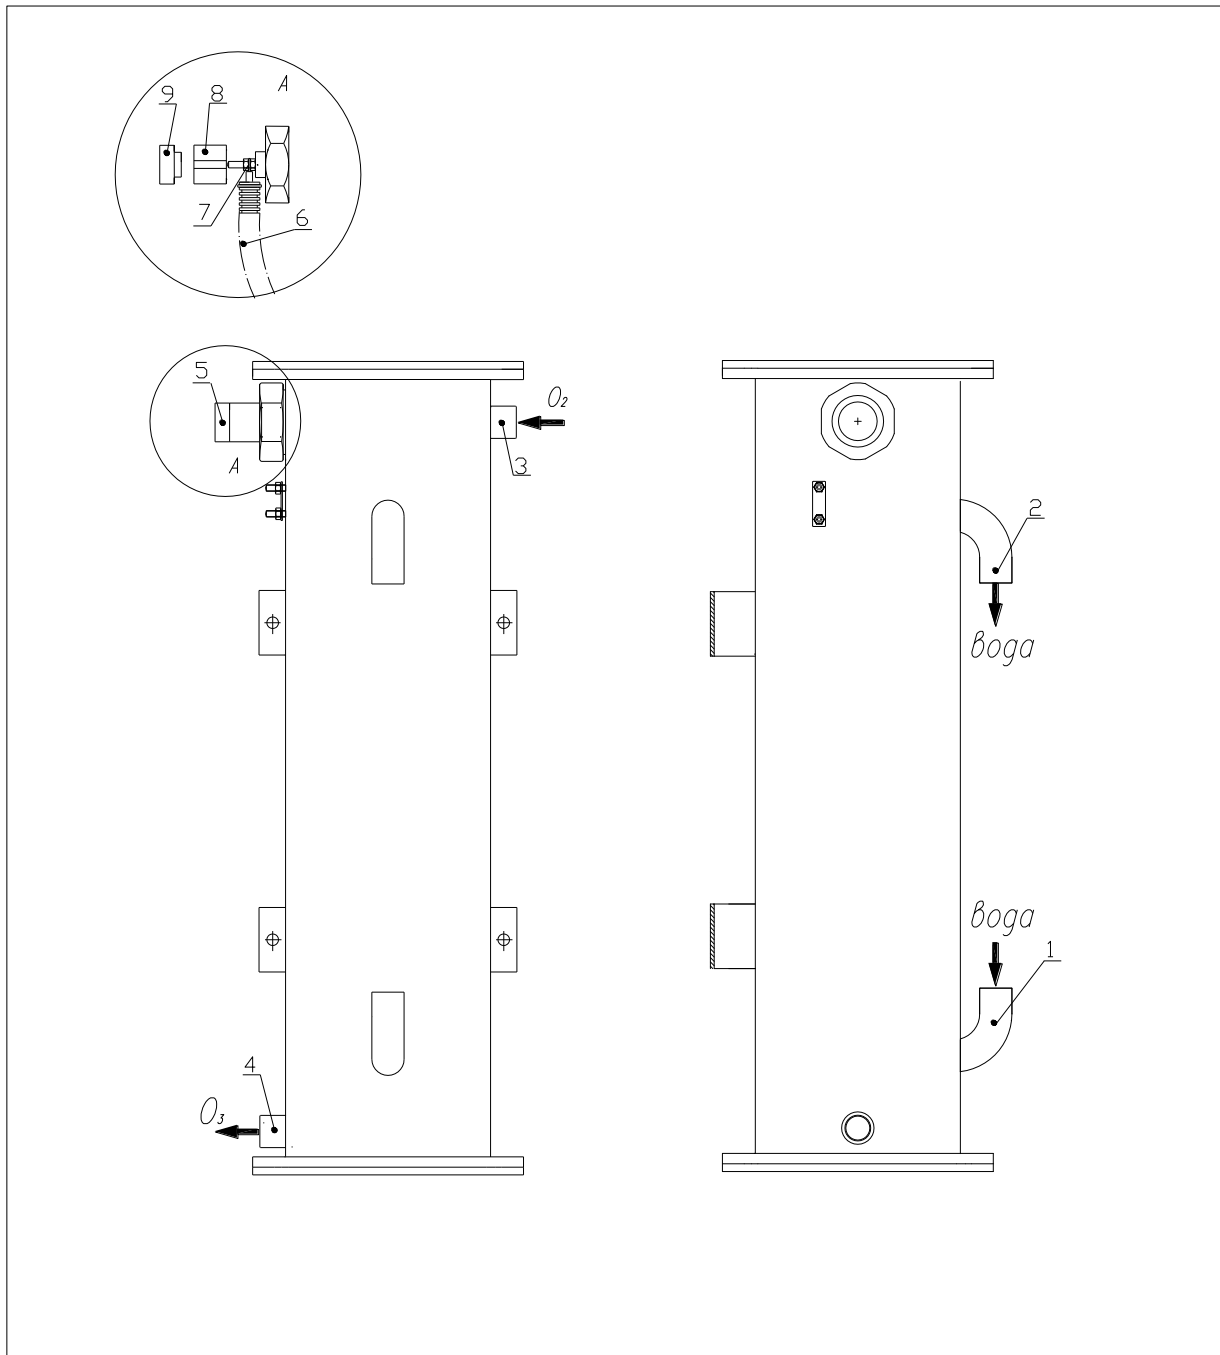

Рис.1 Внешний вид разрядной камеры генератора озона XENOZONE-XOZ-50
Внешний вид смонтированного генератора показан на Рис.1. Камера озонатора соединяется с водяной магистралью входным (1) и выходным (2) патрубками. Кислород (или осушенный воздух) подается в верхний штуцер (3) генератора и выводится через нижний штуцер (4).